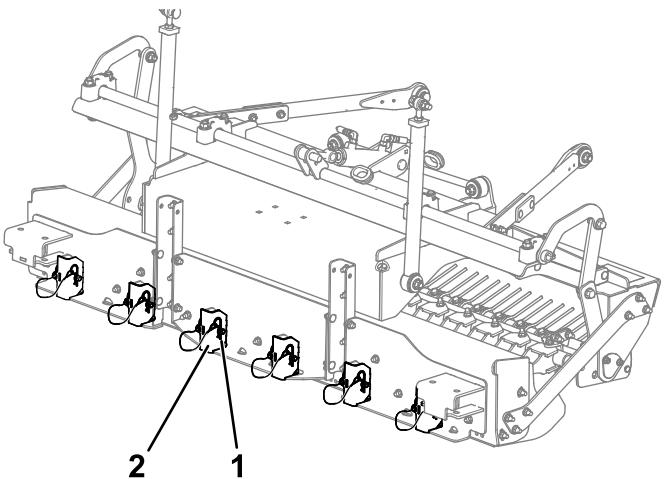

図5
5. ボックスブレードアタッチメントホルダーブラケットに、ヒッチピン 6 本を取り付け、ヘアピンコッターで図5のように固定する。